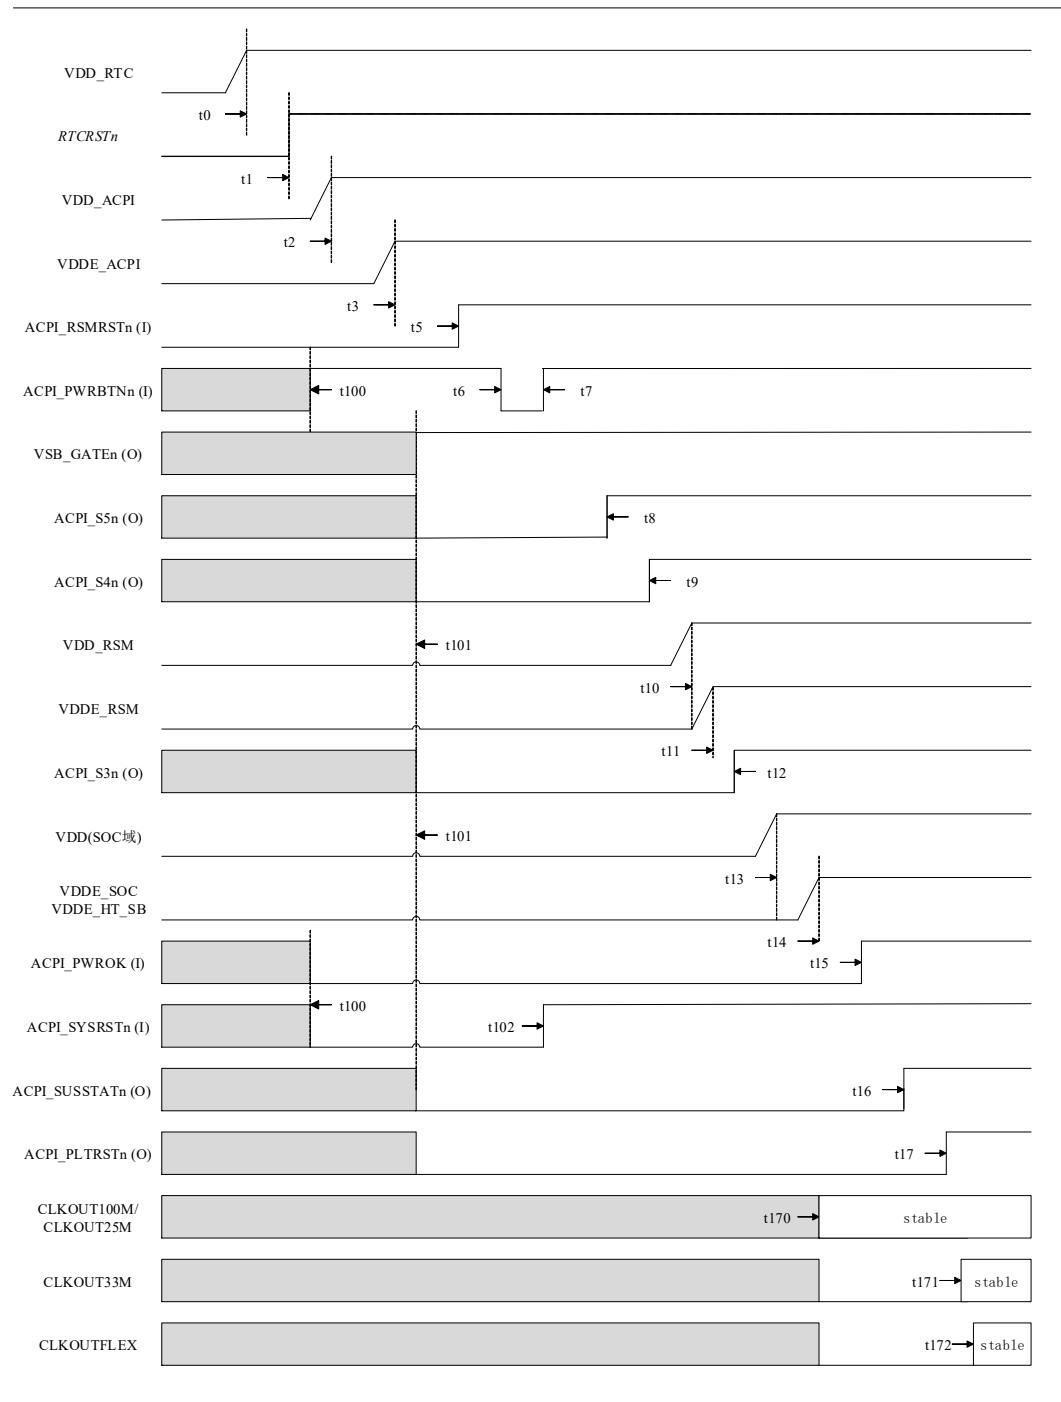

图 7-1 冷启动上电时序 (RTC掉电)
7. 表 7-4 对时序的描述对应图 7-1，与上述注解不一致的描述以上述注解为准